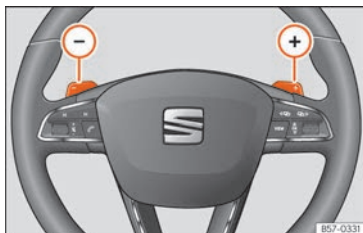

Fig. 260 Volante: palancas para cambio automático.
- Pulse la leva de cambio (+) para insertar una marcha superior »» fig. 260.